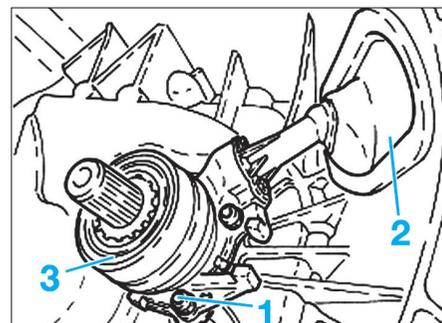

Fig. 4
- Déposer les vis (1) et déboîter la protection (2).
- Déposer la butée hydraulique (3) (Fig.4).